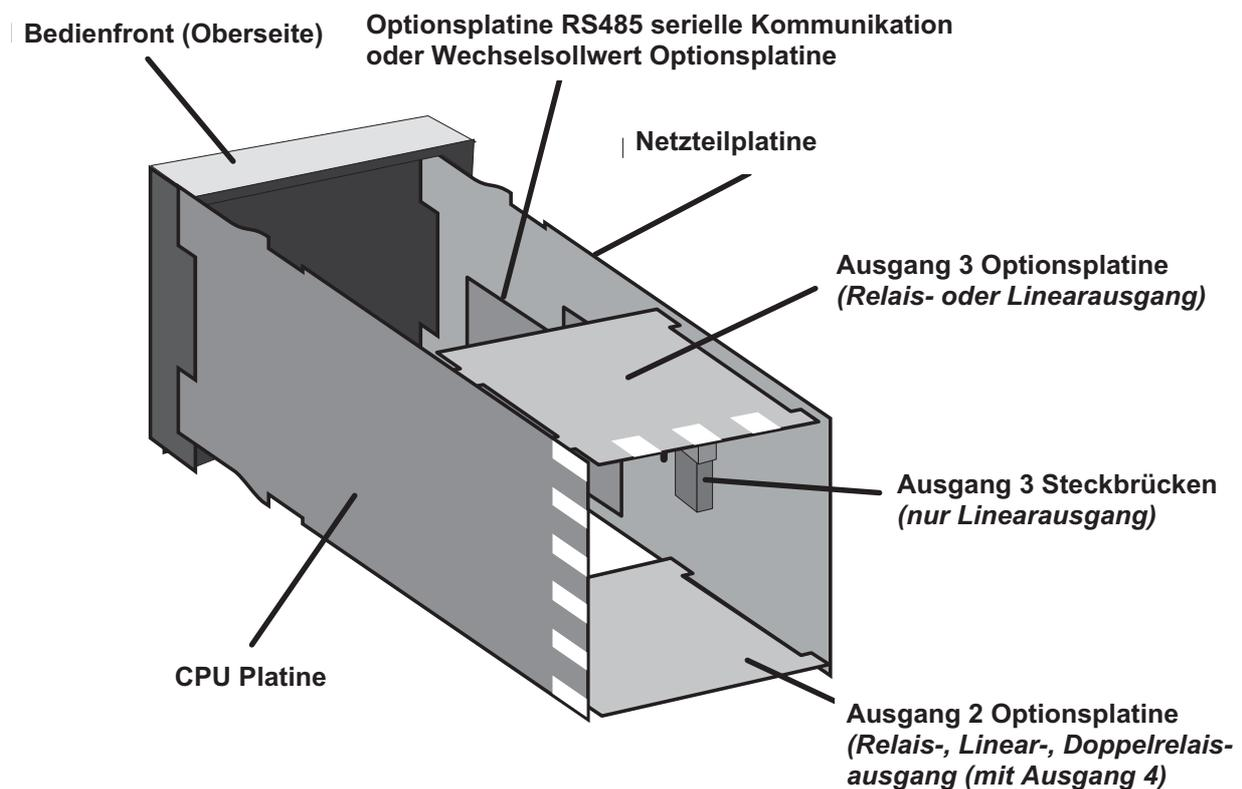
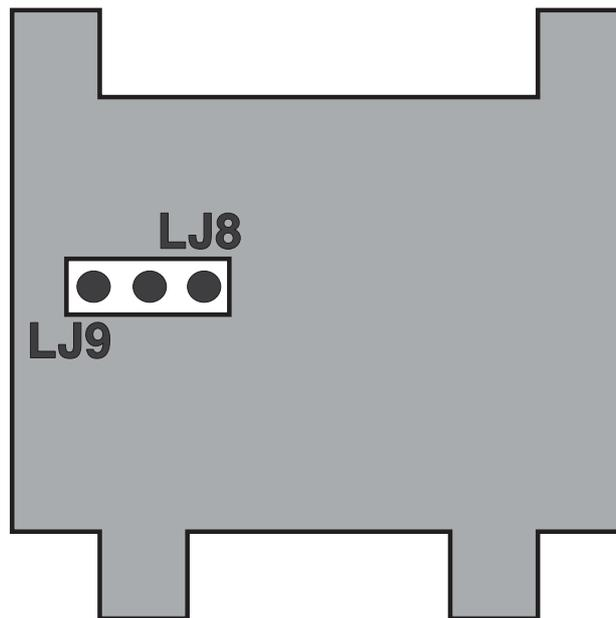

Abbildung 2-1 Position der Steckplatinen
Abbildung 2-5 DC-Linearausgang 3 Optionsplatine
Um das Gerät aus dem Gehäuse auszubauen, fassen Sie an den Seiten der Bedienfront in die entsprechenden Aussparungen und ziehen das Gerät nach vorne. Dies löst das Gerät von den rückseitigen Steckverbindungen. Die Steckkarten des Gerätes sind damit frei zugänglich. Vermerken Sie die Lage des Instruments im Einschub für den späteren Wiedereinbau. Die Anordnung der Steckkarten ist in Abb.: 2-1 gezeigt.
Die gewünschte Ausgangsart von Ausgang 2 und Ausgang 3 wird mit der entsprechenden Position der Optionsplatine bestimmt (siehe Abb.: 2-1), und, falls es eine DC-Linear-Platine ist, mit den Steckbrücken LJ8 und LJ9 auf der Optionsplatine (siehe Abb.: 2-5 und Tabelle 2-2). Es können 4 verschiedene Arten von Optionsplatinen für Ausgang 2/Ausgang 3 verwendet werden:
4. DC-Linearausgang-Optionsplatine (Steckbrücken siehe Abb.: 2-5).